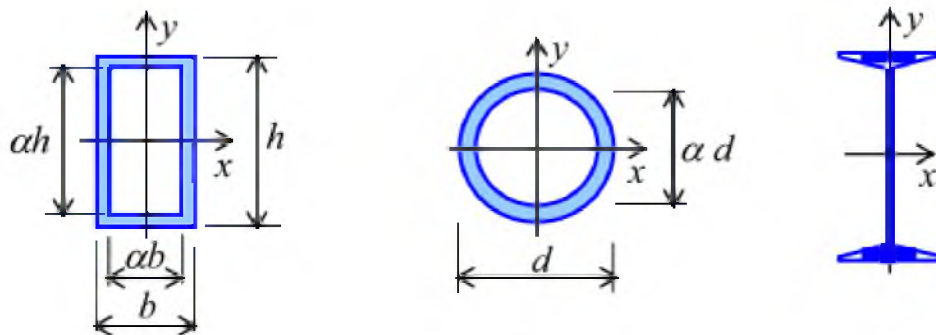

Рис. 3
- 2) подобрать коробчатое ($h = 2b$, $\alpha = 0,8$), кольцевое ($\alpha = 0,8$) и двутавровое поперечные сечения (рис. 3) при $[\sigma] = 160 \text{ МПа}$;